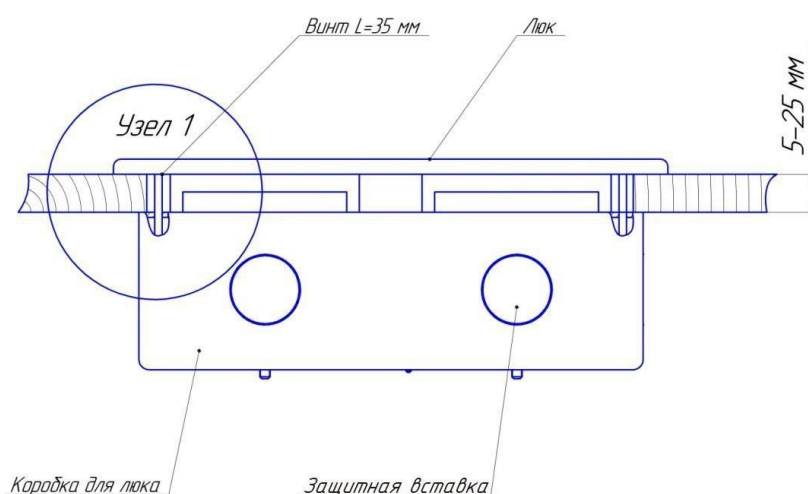

Рис. 3
3. Через отверстия кабельных вводов ввести в коробку трубы с кабелем сечением до 2,5 мм², предварительно проложенные в подпольном пространстве фальш-полов (рис. 3).